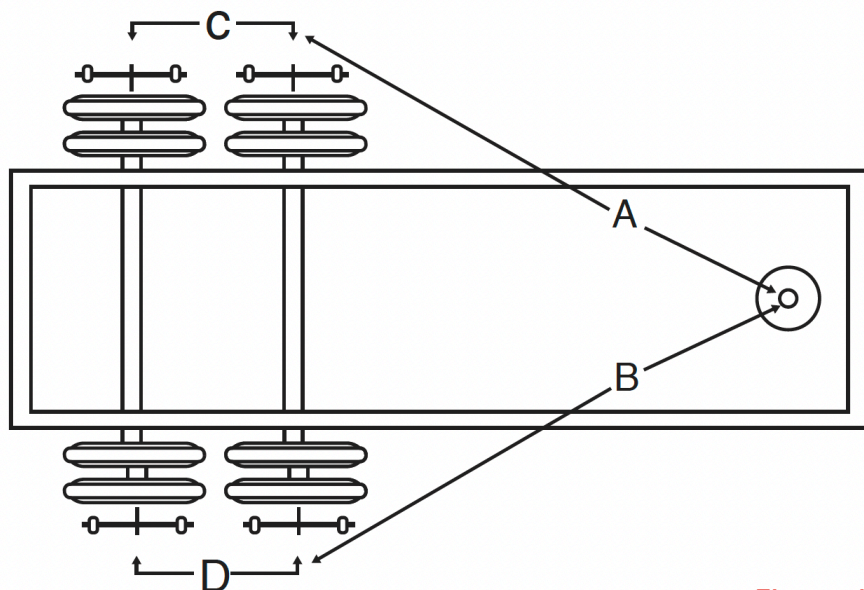

Figura 1
4. Una vez desenganchado el remolque, se procede a revisar la alineación. Mida con una cinta métrica la distancia entre el perno rey y la punta de la pieza señalada que va atornillada en la parte inferior de cada tambor (distancia A y B, la tolerancia permitida entre ellas es de  $\pm 1/8''$ ) (*Ver Figura 1*).
Repita la operación para el lado derecho del eje y verifique si son iguales las medidas, si no son iguales se debe proceder a alinear los ejes (*Ver Figura 1*).
5. Si el eje frontal está alineado, mida las distancias entre los ejes traseros y frontales en los dos lados. Las distancias D y C deben ser iguales (*Ver Figura 1*).